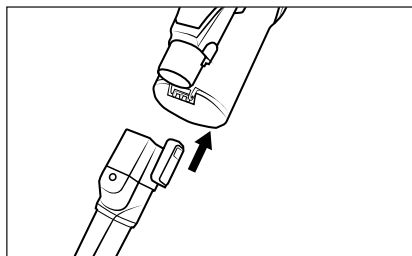

Fig. 14
- ♦ Infilare gli accessori sul tubo di aspirazione **24** oppure sull'apertura di aspirazione dell'apparecchio fino a quando non si innestano in posizione con un clic (vedere fig. 14). Assicurarsi che siano posizionati e fissati correttamente.